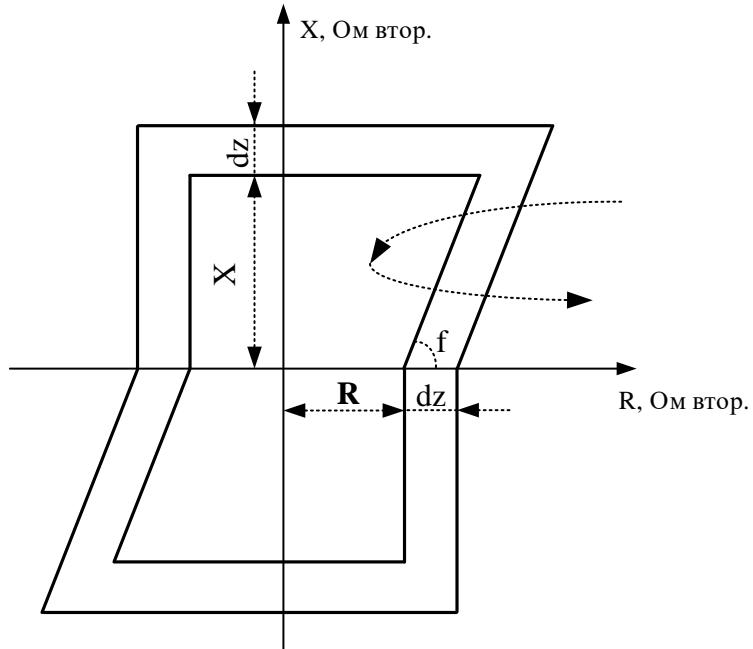

Рисунок 6.17 – Характеристика блокировки при качаниях
1. Рабочая точка перемещается из внешней зоны в зону действия (рисунок 6.17), при этом находится в дельта-зоне больше заданного времени **Tdz**. Для качаний частотой до 4–5 Гц **Tdz=20 мс**.